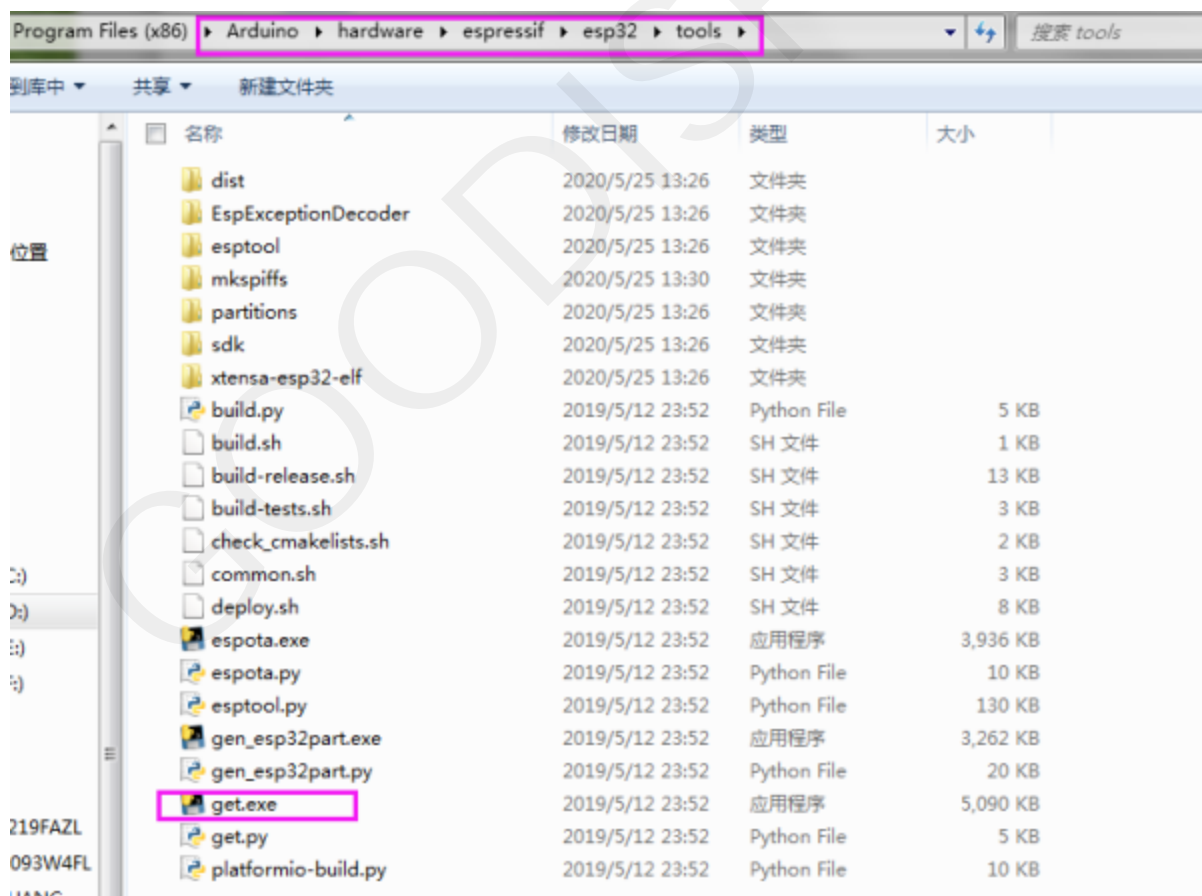

图 5 运行get.exe文件
3) 在esp32/tools中运行get.exe(前提是安装了python插件)，如图5所示。